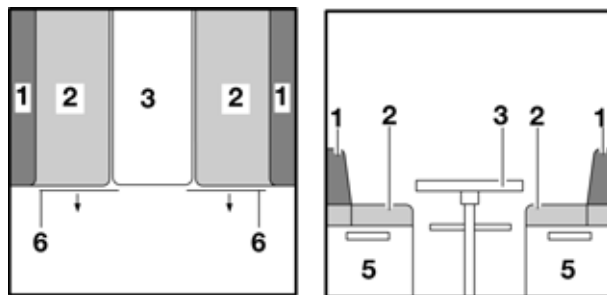

Fig. 81 Prima della trasformazione
- Sollevare leggermente il piano del tavolo in avanti (Fig. 81,3).